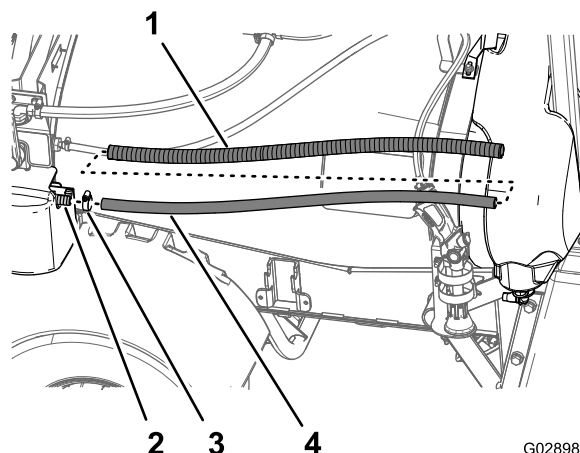
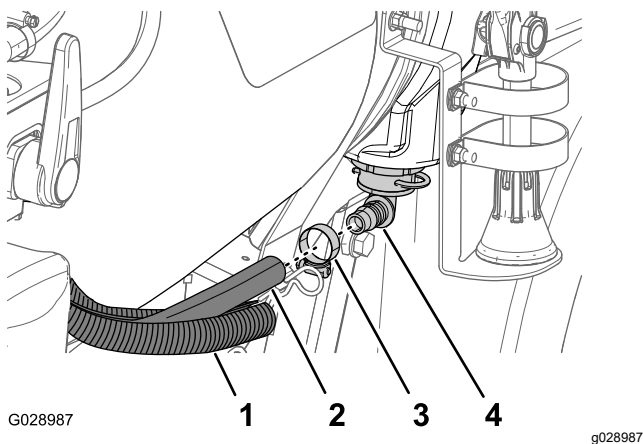

Figura 49
Figura 50
- Monte o tubo 1,9 x 114 cm na união roscada reta no lado dianteiro da bomba do depósito de lavagem (Figura 49).
- Fixe o tubo à união com uma braçadeira de tubos (Figura 49).
- Passe a conduta de tubo por cima do tubo deixando cerca de 30 cm da extremidade livre do tubo exposta (Figura 49 e Figura 50).
4. Monte a extremidade livre do tubo na união roscada de 90° na parte inferior do depósito de lavagem (Figura 50).
5. Fixe o tubo na união com uma braçadeira de tubos e termine de envolver a extremidade do tubo com a condução do tubo (Figura 50).